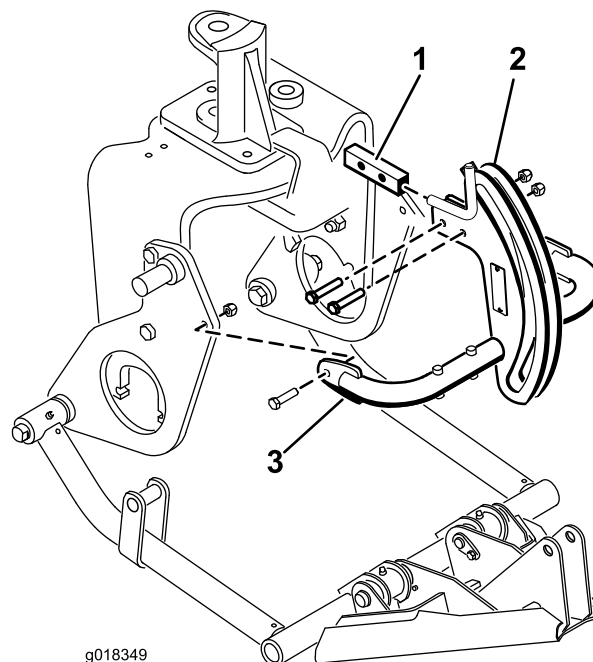

Figura 9
- Monte a parte de cima do engate ao suportes de engate do chassi com 2 parafusos (3/8 x 2 polegadas) e porcas (Figura 9).
- Monte os tubos do engate às placas do arado com parafusos (3/8 x 1-1/2 polegadas) e porcas (Figura 9). Aperte as fixações.